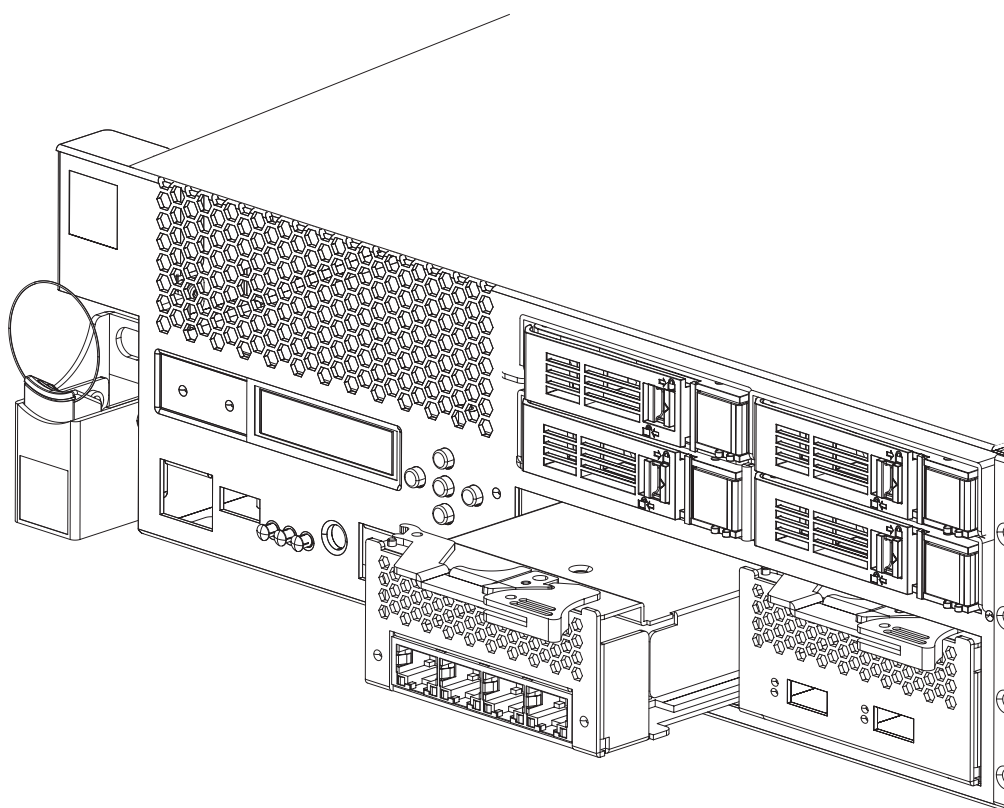

Figura 18. Removendo um módulo Ethernet
- Puxe a alavanca em direção a seu corpo para extrair os módulos Ethernet, como mostrado em Figura 18.